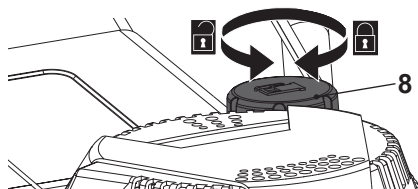

Fig. 7
3. Desparafuse e remova a tampa do tanque de combustível (8) (Fig. 7).